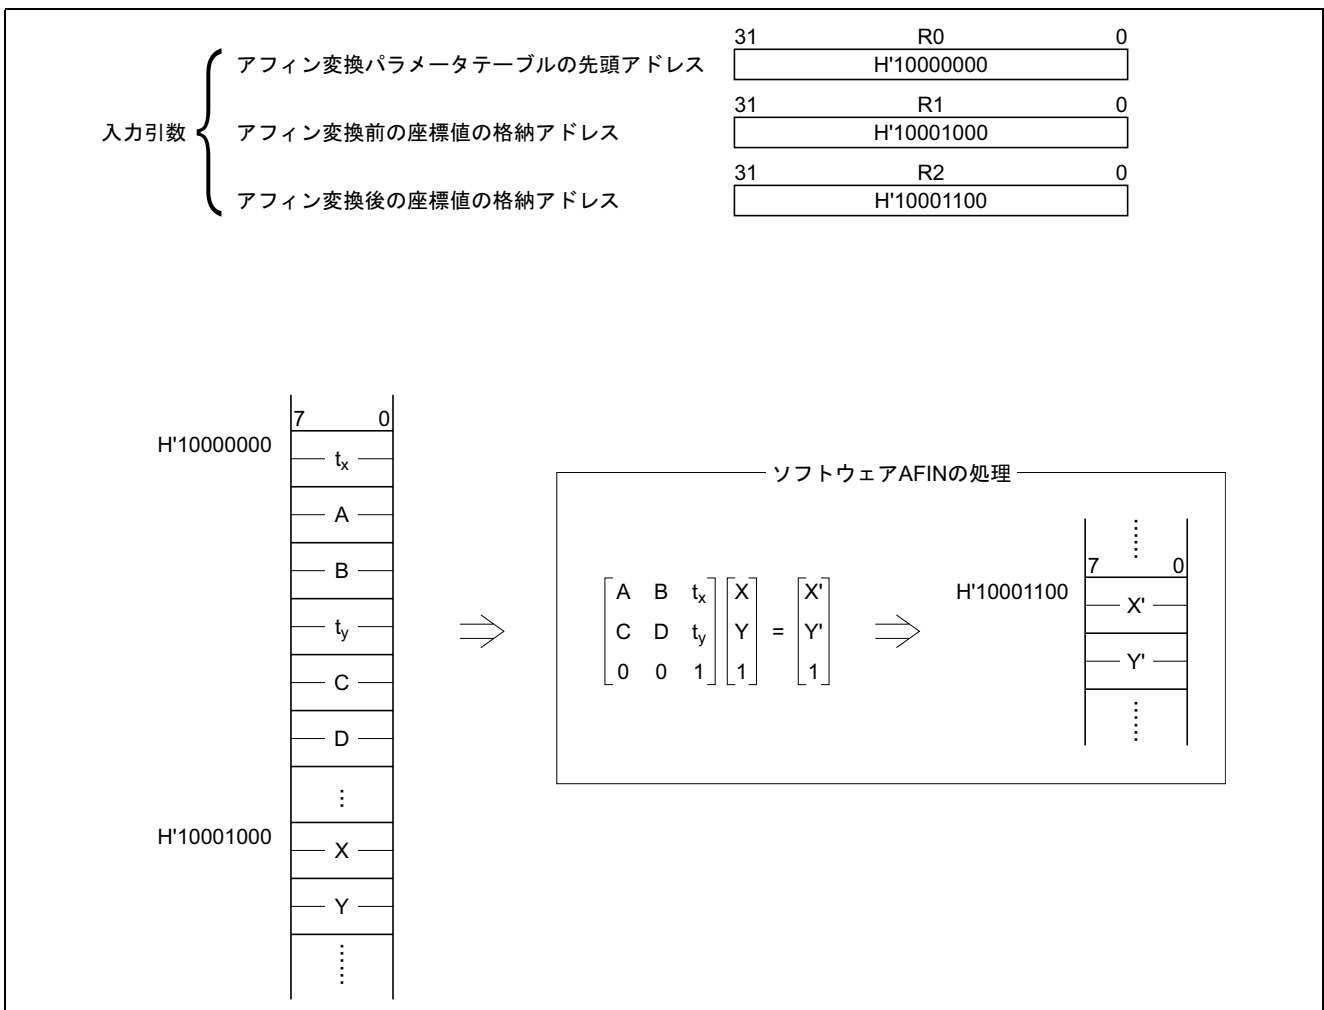

図 1 ソフトウェア AFIN の実行例
b. 図 1 にソフトウェア AFIN の実行例を示します。メモリ上にはアフィン変換パラメータが H'1000 0000 番地から tx、A、B、ty、C、D の順に、アフィン変換前の座標値が H'1000 1000 番地から X、Y の順にあらかじめ配置されています。ソフトウェア AFIN へは、入力引数として、アフィン変換パラメータテーブルの先頭アドレス、アフィン変換前の座標値の格納アドレスおよびアフィン変換後の座標値の格納アドレスを渡します。ソフトウェア AFIN では、アフィン変換行列の演算を行い、アフィン変換後の座標値を入力引数で指定した H'1000 1100 番地から X'、Y'の順に配置します。